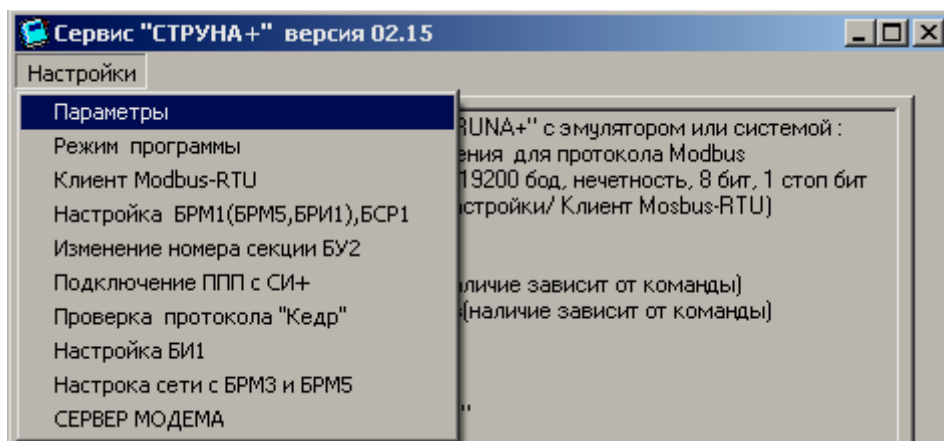
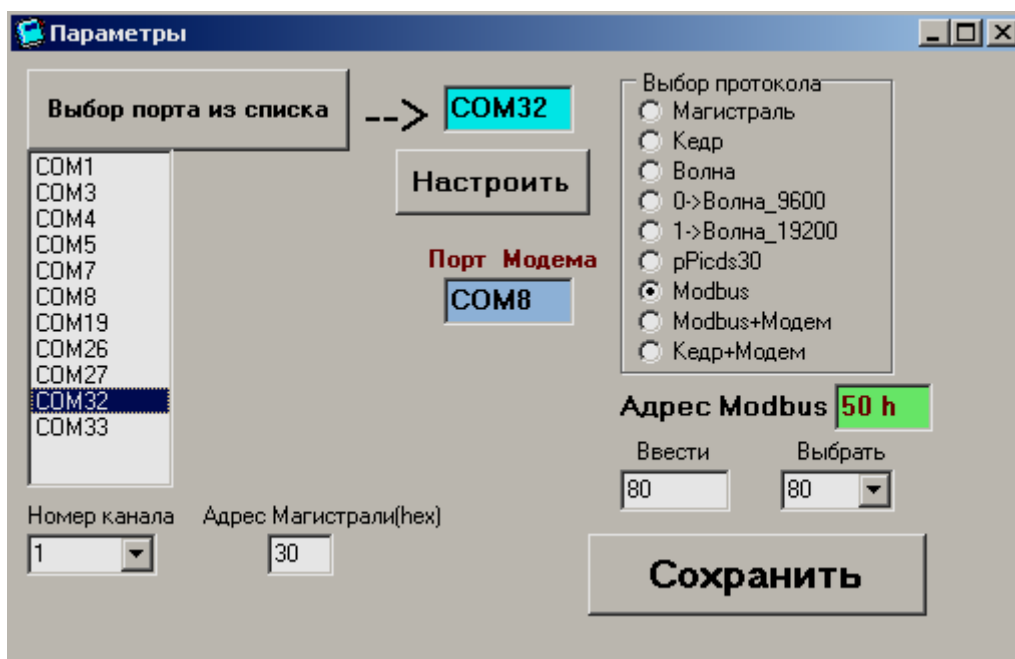

Рисунок 2
Рисунок 3
2.1 Выбрать и активировать опцию «Настройка/Параметры» (рисунок 2). В результате на экране появится форма «Параметры» (рисунок 3).